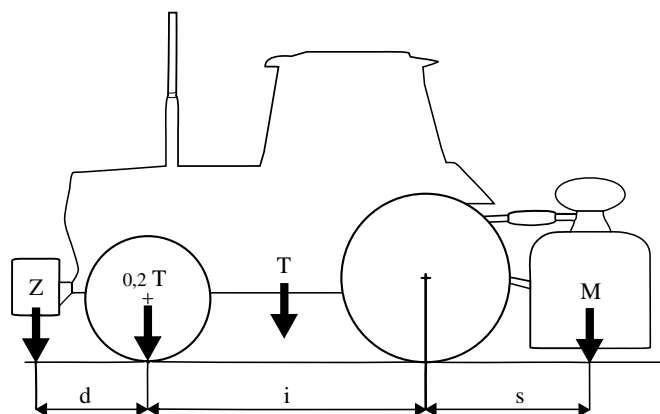

Fig. 5
- Um die Standsicherheit der Einheit Traktor-Gerät zu prüfen, müssen die folgenden Bedingungen erfüllt werden (Abb. 5):